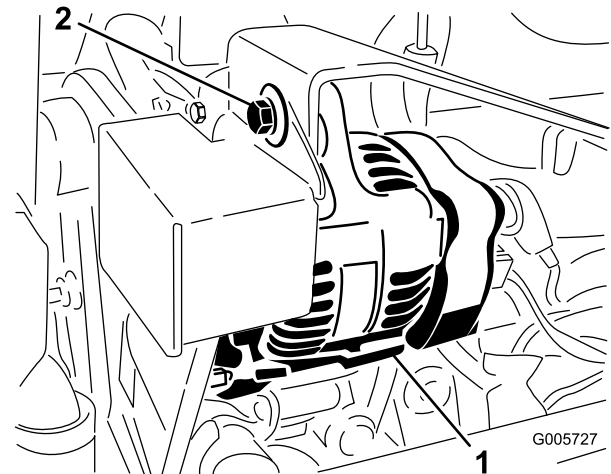

Bild 63
2. Bei einer einwandfreien Spannung lässt sich der Riemen 10 mm durchbiegen, wenn eine Kraft von 44 N auf halbem Weg zwischen den Riemenscheiben angesetzt wird (Bild 63).